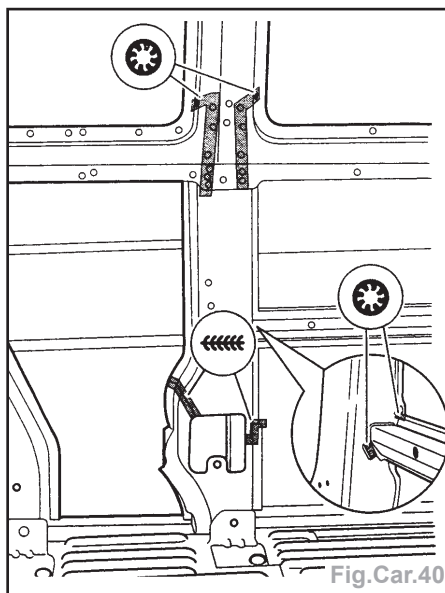

Fig.Car.40
- le montant C en cordon continu sous gaz de protection (Fig.Car.40),